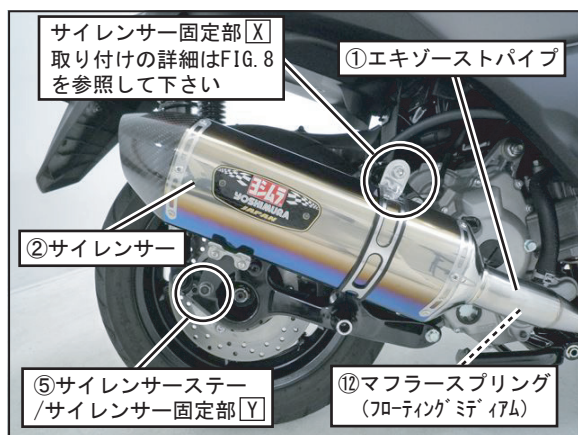

FIG. 6
5. ②サイレンサーを①エキゾーストパイプに取り付け、⑤サイレンサーステーを純正ボルトを使用してサイレンサー固定部Yに仮締めして下さい。
次に、⑫マフラスプリング（フローティングミディアム）をスプリング取付工具を使用して取り付けして下さい。（FIG. 6, 7 参照）
（FIG. 6, 8 参照）